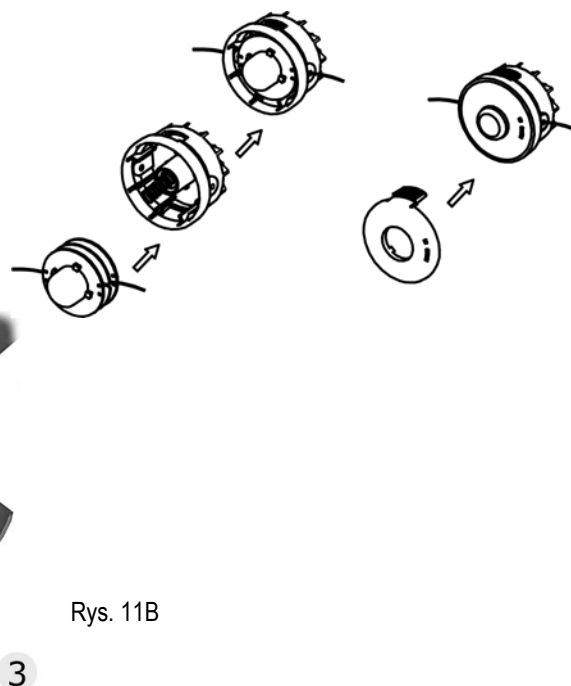

Rys. 10
- przełóż żyłkę przez otwór w szpuli i zawiąż supeł **1 (Rys. 10)**,
- nawijaj żyłkę w kierunku wskazanym przez strzałki na szpuli **2 (Rys. 10)**,